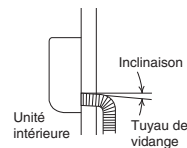

Fig. 3-105
- a) Le tuyau de vidange doit être en pente descendante vers l'extérieur. (Fig. 3-105)